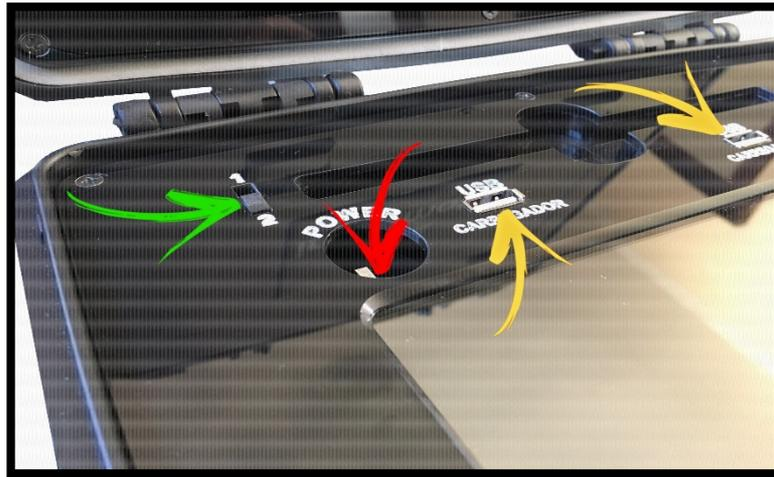

Figura 1:
- a. Conforme demonstrado pelo Indicador verde na figura 1 abaixo, click e segure por um segundo na aba "HOST PC", em seguida abrirá uma janela abaixo, click em "Add device" indicado pela seta vermelha.